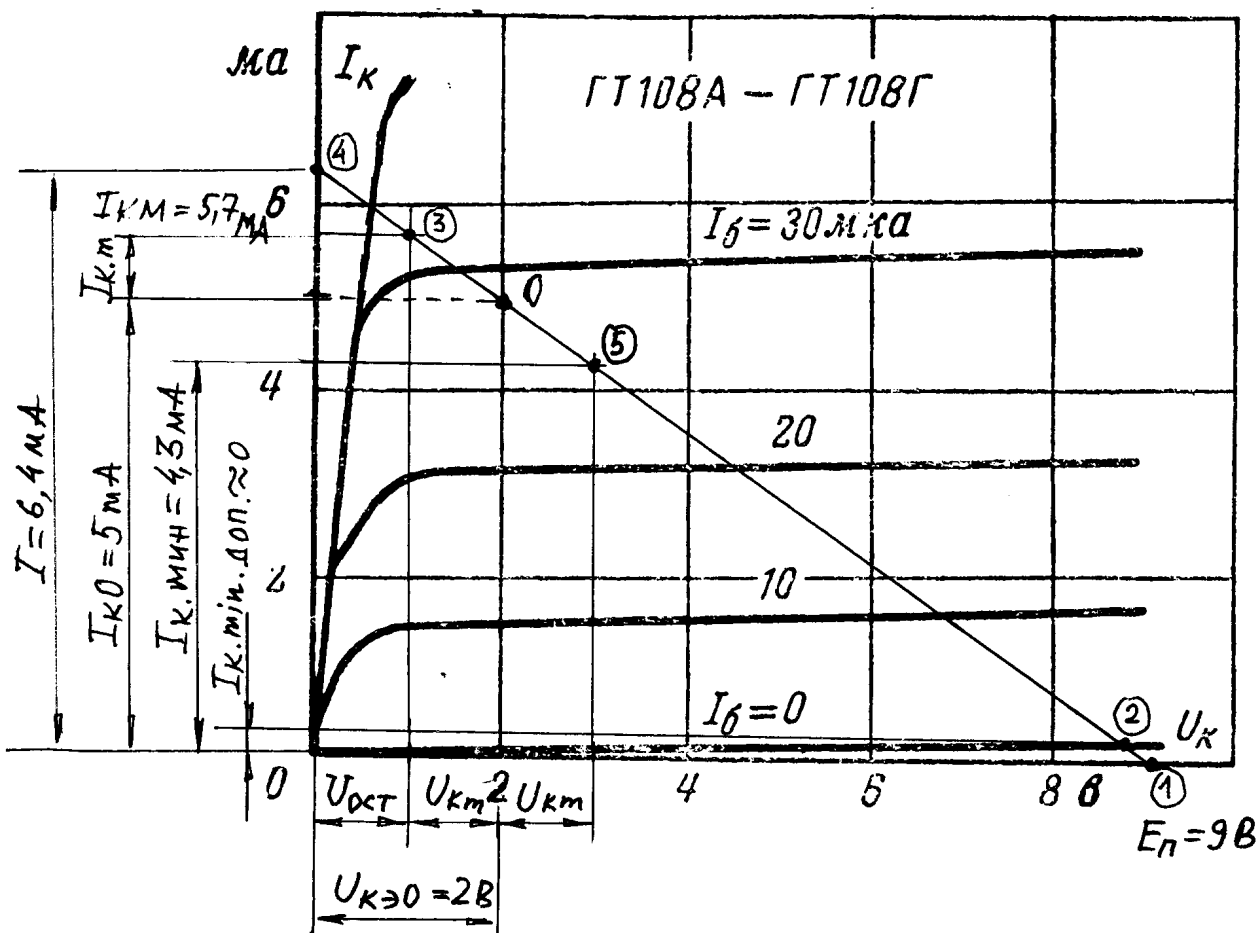

Рис. 2 Типовые выходные характеристики в схеме с общим эмиттером.
строим нагрузочную прямую (рис. 2)
3. По статической характеристике (рис. 2) и нагрузочной прямой находим